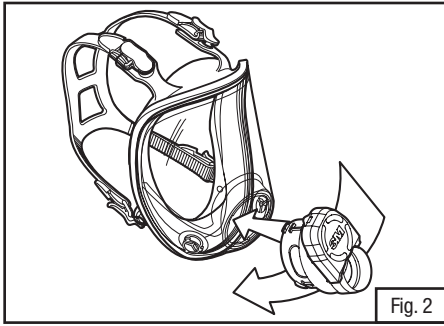

Fig. 2
2. Deslice el adaptador en el puerto del visor (Fig. 2).
4. Vuelva a instalar el adaptador central en el visor de la pieza facial (Fig. 2).